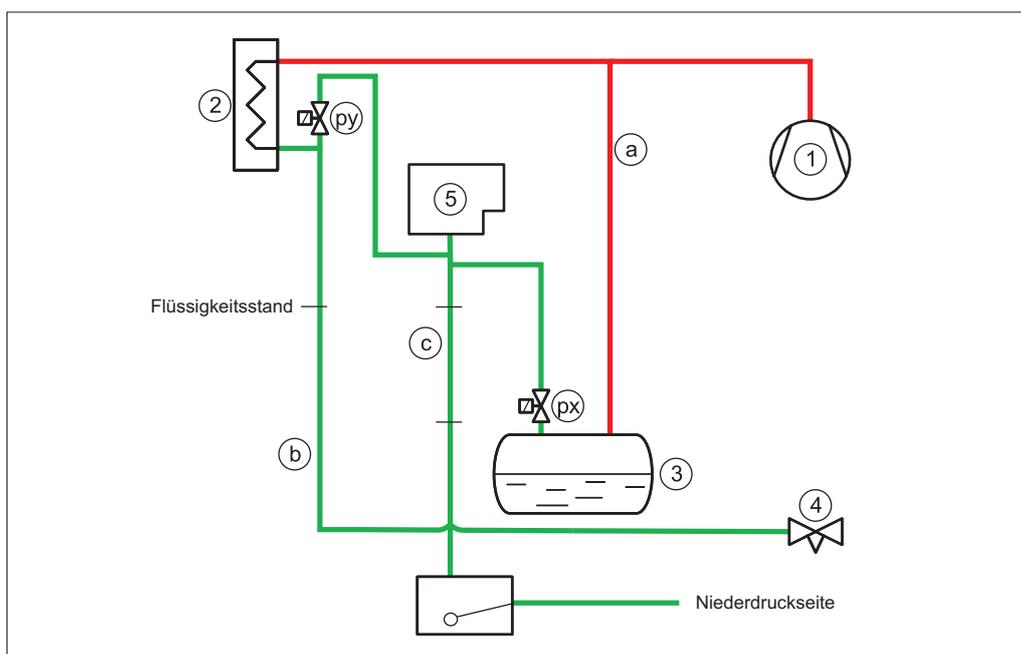

Abb. 7 Entlüfteranschlüsse (px) und (py). Die Ablaufleitungen (c) müssen vertikal/mit Abwärtsgefälle verlegt sein
Alternativ dazu kann der Flüssigkeitsablauf aus dem Entlüfter durch ein HD-Schwimmventil (6) zur Niederdruckseite erfolgen (siehe Abb. 7).